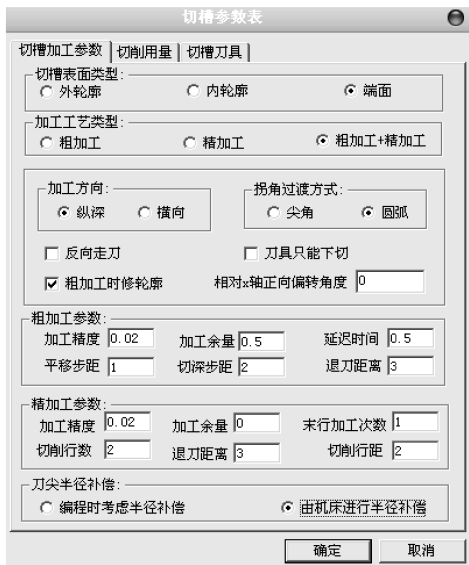
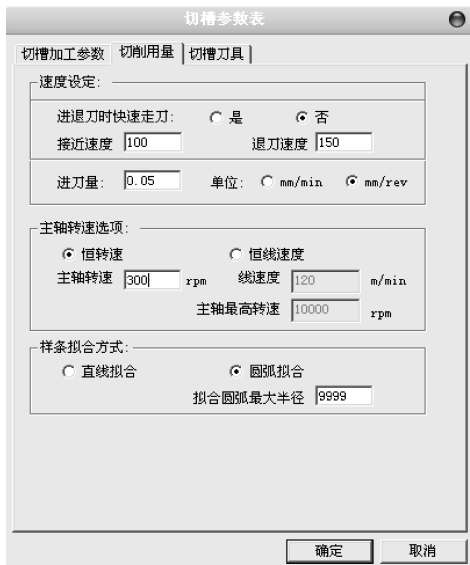
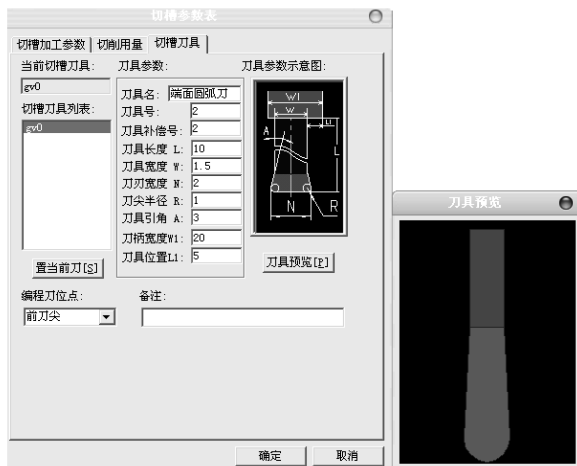

图 8-79 端面圆弧轮廓切槽加工参数设置
图 8-80 端面圆弧轮廓切削用量参数设置
图 8-81 切槽刀具参数设置
1) 在菜单栏中选择【数控车】→【切槽】命令，或者单击【数控车】工具栏中的按钮，系统弹出【粗车参数表】对话框，单击【切槽加工参数】选项卡，设置的参数如图 8-79 所示；单击【切削用量】选项卡，设置的参数如图 8-80 所示；单击【切槽刀具】选项卡，设置的参数如图 8-81 所示，设置完成后单击【确定】按钮。